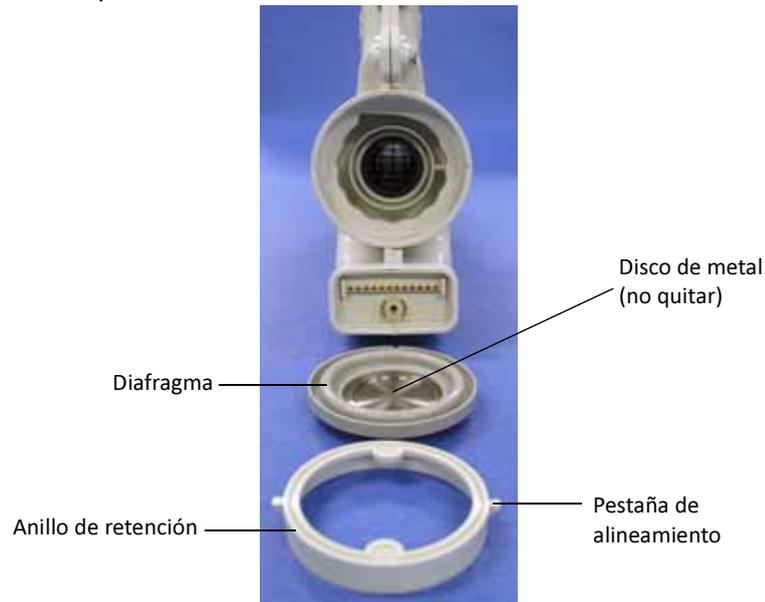

Figura 10-2: Desmontaje del cartucho eSYS
La esterilización se debe llevar a cabo con el diafragma y el anillo de retención quitados. Ver Figura 10-2 más abajo.
- 2 Retirar el diafragma del cartucho eSYS. No quite el disco de metal del diafragma. El diafragma y el disco permanecen montados durante la esterilización. Ver Figura 10-2 más abajo.